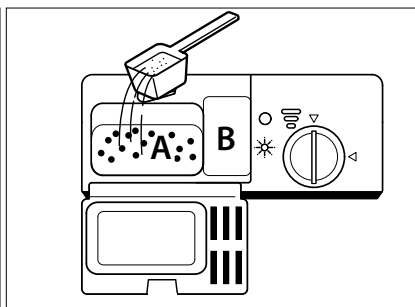

Abb. 13
- ▶ Füllen Sie Geschirrspülpulver oder einen Reinigertab in die linke Dosierkammer (3) (siehe **Abb. 13**).